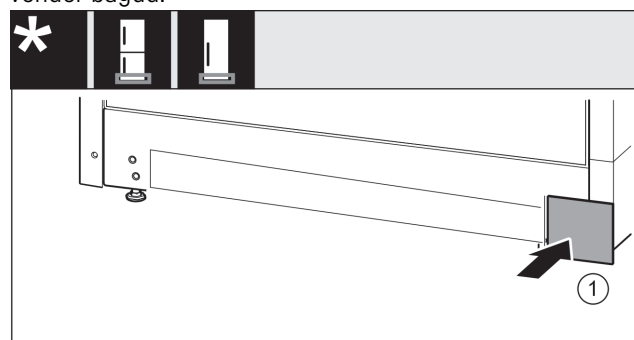

Fig. 17
- ▶ Påsæt afdækningen Fig. 17 (1) igen på den anden side.